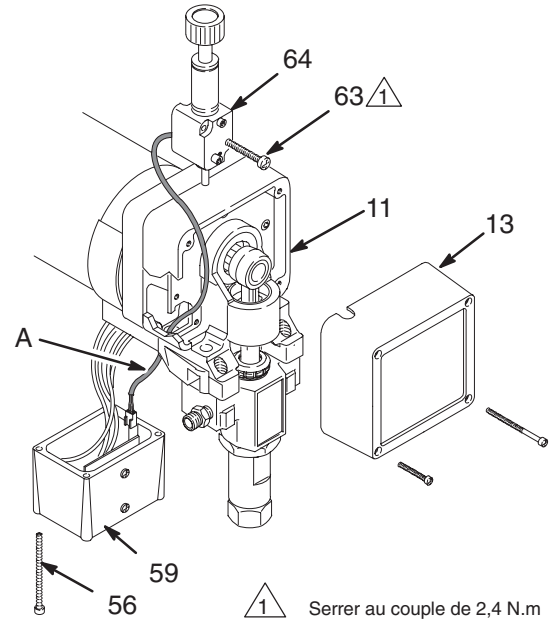

Fig. 26
**REMARQUE:** Voir Fig. 26 pour cette procédure.
**REMARQUE:** La commande de pression (64) ne peut être ni réparée, ni réglée. Si elle fonctionne mal, la remplacer.
1. Déposer le capot avant (13). Retirer les vis (56). Abaisser la boîte de raccordement (59).
2. Débrancher le faisceau de câblage (A) de la carte de démarrage du moteur (47).
3. Retirer les vis (63). Tirer le bouton de la commande de pression vers l'avant et incliner la commande de pression (64) vers l'avant et vers le haut pour la dissocier du carter de transmission (11).
4. Guider le faisceau de câblage (A) à travers le moteur et le carter de transmission puis déposer la commande de pression.
6. Mettre en place la commande de pression neuve. L'incliner vers le bas et l'arrière pour l'engager dans le carter de transmission (11). Ne pas pincer le faisceau de câblage (A) ni l'endommager d'aucune sorte.
7. Mettre les vis (63) en place sans les serrer. Les serrer ensuite au couple de 2,4 N.m.
8. Remonter le capot frontal (13). Brancher le faisceau de câblage (A) sur la carte de démarrage du moteur (47).